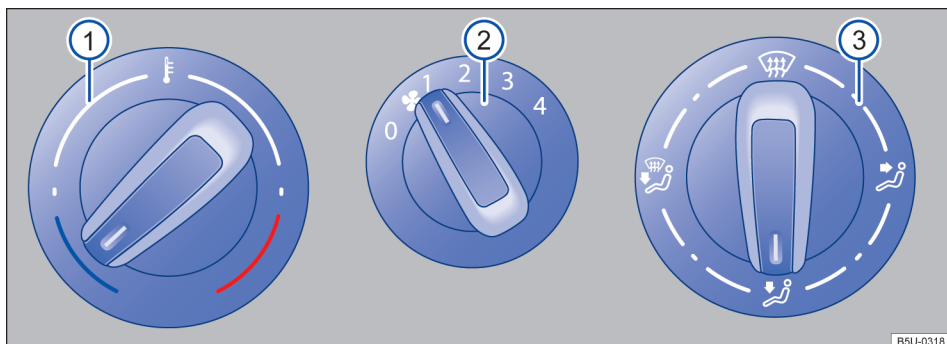
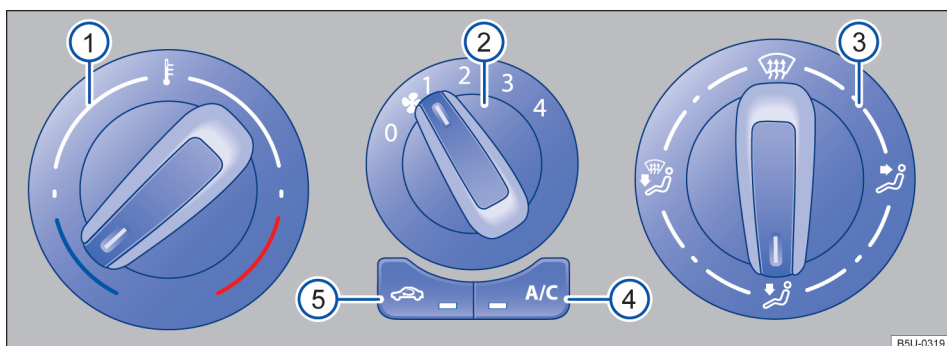

Fig. 73 Comandos do sistema de ventilação e aquecimento.
Fig. 74 Comandos do ar-condicionado.
Comandos Informações complementares do sistema de ventilação e aquecimento → Fig. 73 e ar-condicionado → Fig. 74.
| Comandos | Informações complementares do sistema de ventilação e aquecimento → Fig. 73 e ar-condicionado → Fig. 74. |
- Em veículos com sistema de aquecimento, girar o botão da temperatura → Fig. 73  totalmente para a direita, para a posição máxima de aquecimento.
- Girar o botão da distribuição de ar → Fig. 74 ③ para a posição , nesta posição o modo de recirculação de ar é automaticamente desligado.
- Girar o botão do ventilador ② no nível 3 ou 4.
- Girar o botão da temperatura ① para a posição desejada.